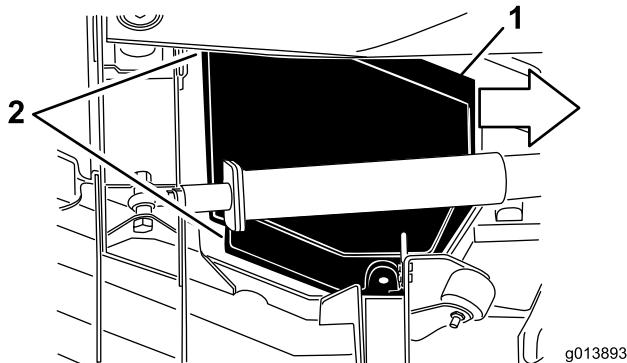

Figure 48
- Tout en soulevant le carter, faites-le glisser vers le groupe de déplacement d'environ 2,5 cm pour dégager le bord extérieur du carter du plateau (Figure 48).